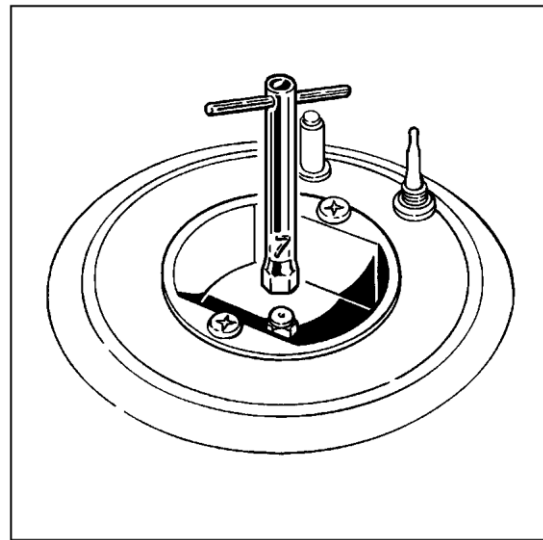

Fig. 2
- Con l'apposita chiave da 7 mm svitare gli ugelli (Fig. 2) e sostituirli con quelli adatti al nuovo tipo di gas, facendo riferimento alla tabella 1 e controllando che il diametro corretto sia stampigliato sugli stessi.